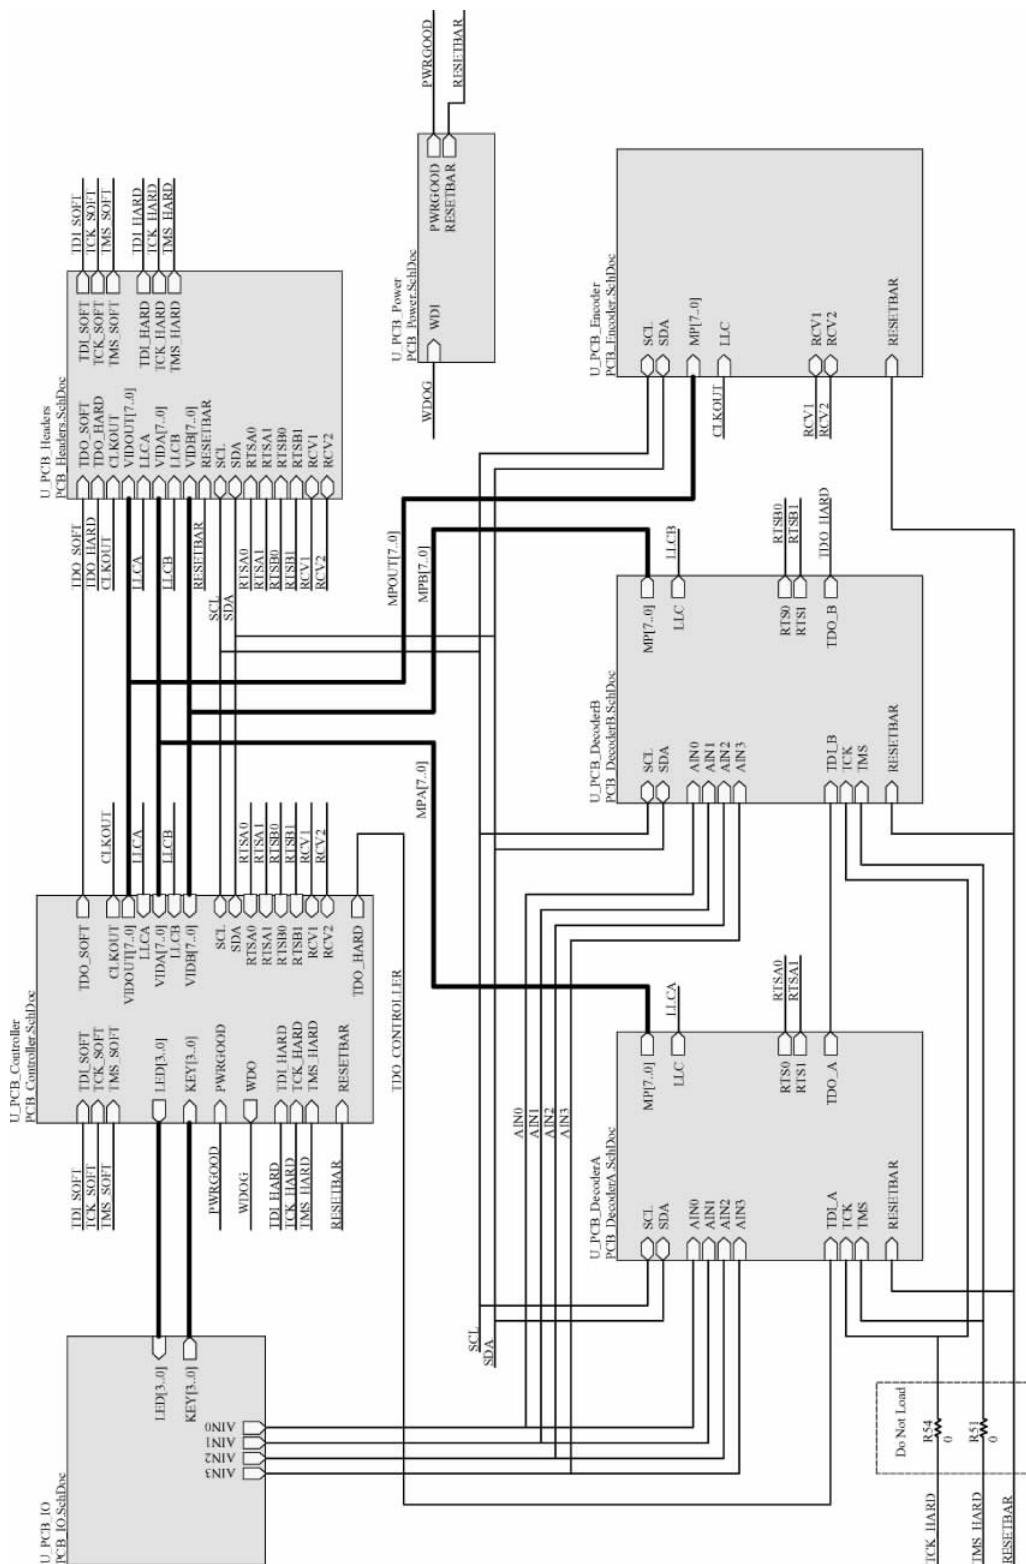
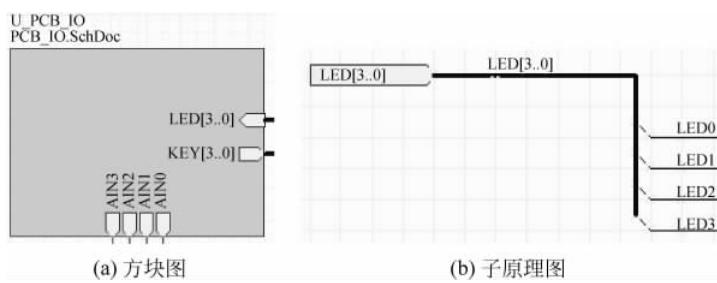
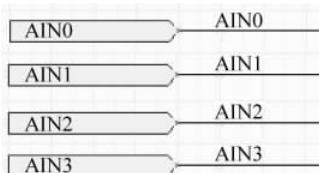

图 1-7 PCB_Top. SchDoc 主原理图
图 1-8 总线与端口 LED[3..0]的对应关系
图 1-9 导线连接
② 单击主原理图文件名 PCB_Top. SchDoc, 打开编辑器窗口, 如图 1-7 所示。
③ 在此使用了几种不同的连接方式。
a. 总线连接。适用于子原理图中使用总线连接的端口,如左上角的右侧第一个端口为“LED[3..0]”,如图 1-8(a)所示,对应的子原理图如图 1-8(b)所示。
b. 图 1-8(a)下面的 AIN3~AIN0 没有采用总线连接,因此只要用导线连接即可,如图 1-9 所示。